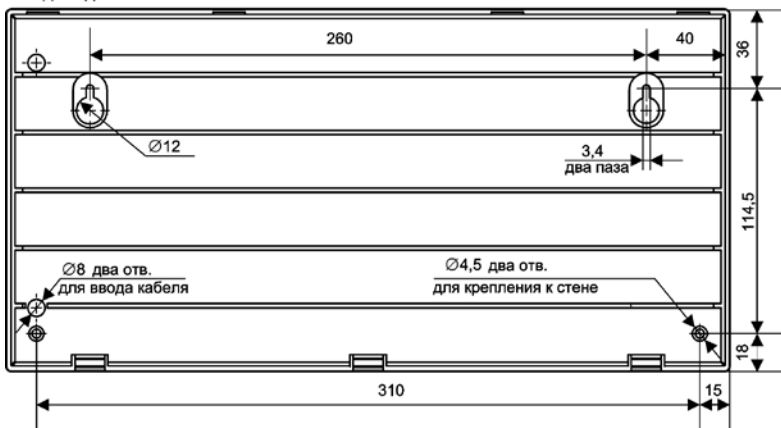

Рисунок 1. Внешний вид, габаритные и установочные размеры блока «С2000-ПТ»
1.1.3 Внешний вид блока представлен на рис. 1.
2.1.4 Наметьте на стене места для 4 установочных отверстий в соответствии с рис. 1.